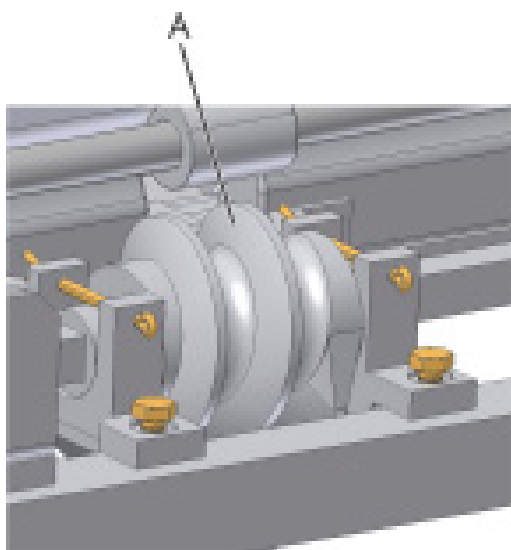
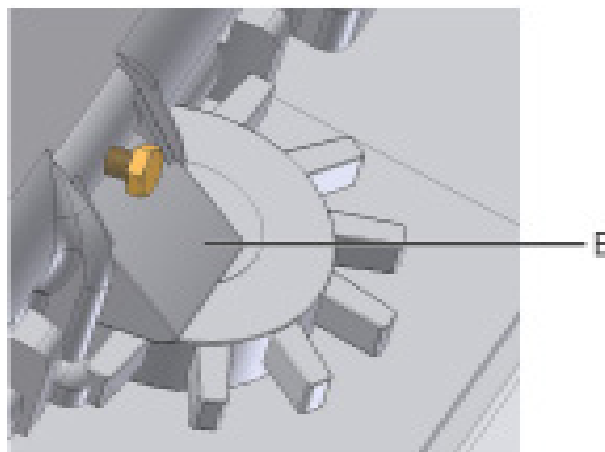

fig. 24
fig. 25
Para la cultura de maíz, en las hileras donde los dosificadores de abono no están siendo usados, retire los accionadores (A) (fig. 24), dejando los dosificadores montados y con el regulador (B) (fig. 25) cerrado para evitar el escape del abono.